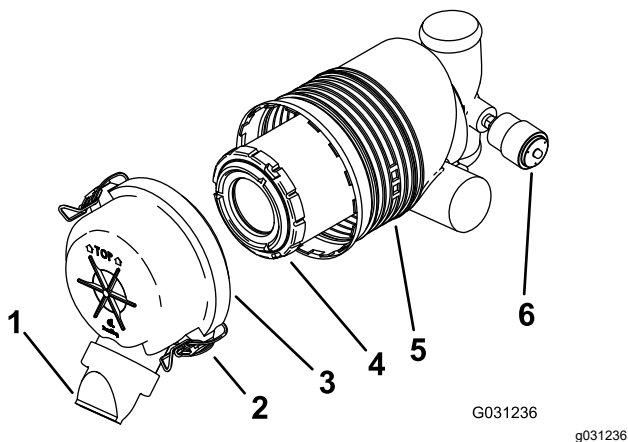

Figura 41
Important: Înlocuieți filtrul de aer doar când indicatorul de service este rou (Figura 41). Înlocuirea filtrului de aer înainte de a fi necesar mărește doar posibilitatea de pătrundere a murdăriei în motor atunci când scoateți filtrul.
5. Eliberați elementele de fixare ale filtrului de aer i îndepărtați capacul filtrului de aer (Figura 41).
- Dacă indicatorul de service este stins, instalați capacul filtrului de aer cu capacul de praf orientat în jos și fixați elementele de blocare (Figura 41).
- Glisați ușor filtrul din corpul filtrului de aer (Figura 41).
- Instalați cu grijă filtrul (Figura 41).
- Instalați capacul filtrului de aer cu capacul de praf orientat în jos și fixați elementele de blocare (Figura 41).